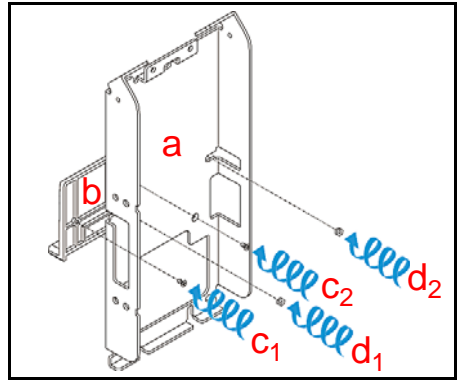

Figura 4 Ubicación de las tuercas M4 y del interruptor DIP
- Conecte la placa de la boquilla adjunta (consulte la Figura 4 a) en el soporte de SD/SU VEGA (consulte la Figura 4 b) con dos (2) tornillos M4 (consulte la Figura 4 c₁ y c₂).
- Monte el soporte de SD/SU VEGA en la máquina huésped con dos (2) tuercas hexagonales M4 (consulte la Figura 4 d₁ y d₂).